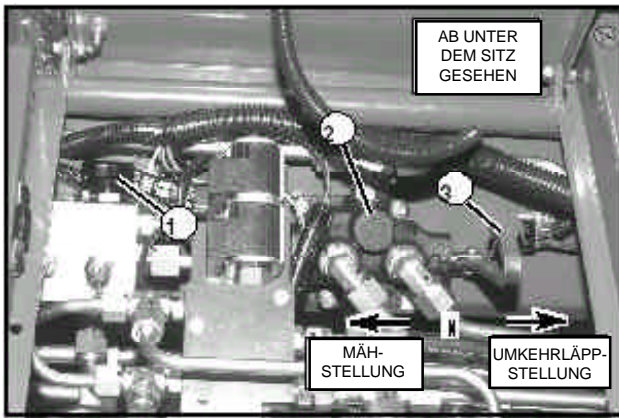

Abbildung 36
1. Öffnen Sie das Drosselventil am Trommelventil, indem Sie den Knopf, so weit er geht, entgegen dem Uhrzeigersinn drehen (Siehe Abb. 36).
2. Stellen sie den Trommelkontrollhebel für die Umkehrläppstellung nach rechts (Siehe Abb. 36). Starten Sie den Motor und stellen Sie den Gashebel (Drosselklappe) auf niedrige Leerlaufdrehzahl. Schalten Sie den Trommel-Aktivierschalter in die Position "EIN" (ON). Senken Sie die Köpfe ab, indem Sie das Mäh-/Hubpedal in die Position "Mähen" bewegen.